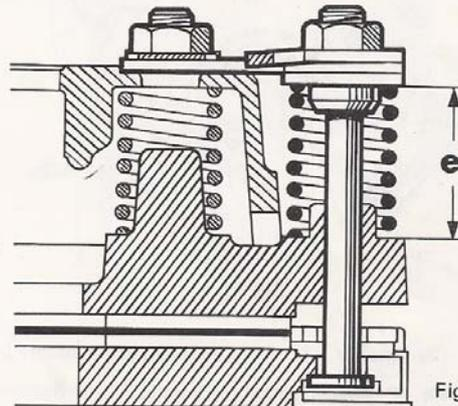

Fig. 16
**Reposer les 3 ressorts avec leurs écrous - Fig. 16.**